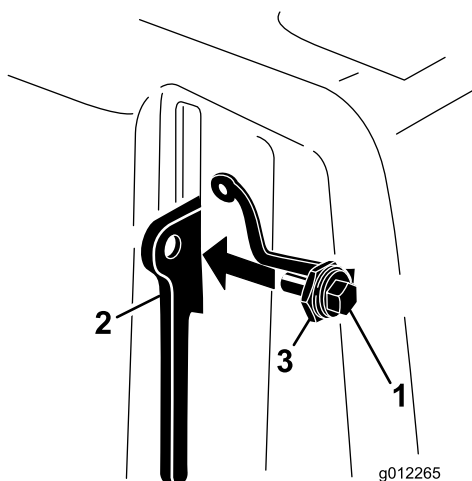

Figura 8
3. Introducei urubul în maneta de blocare (Figura 8).